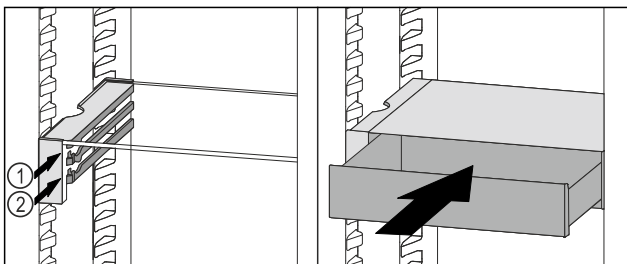

Fig. 38
- ▶ VarioSafe-Schubfach hinter den Stopperrn auf gewünschter Rippe Fig. 38 (1) oder Fig. 38 (2) aufsetzen.